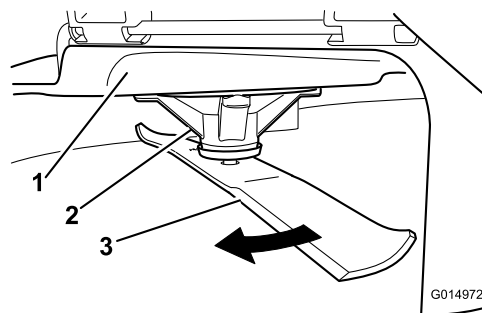

Figura 102
2. Llevando guantes fuertemente acolchados u otro tipo de protección apropiada para las manos, gire lentamente la cuchilla hasta una posición que permita medir la distancia entre el filo de corte y la superficie nivelada en la que descansa la máquina (Figura 102).